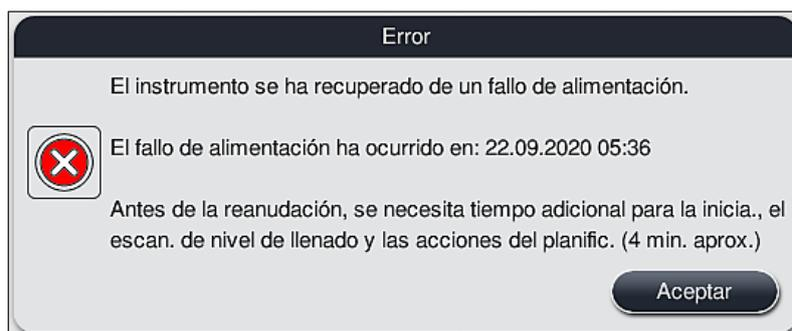

Fig. 108
- ① El primer mensaje después de reiniciar el instrumento automáticamente informa al usuario del tiempo de fallo de alimentación (→ "Fig. 108"). Confirme ese mensaje informativo pulsando **Aceptar** para comenzar las instrucciones adicionales para continuar el proceso de tinción.